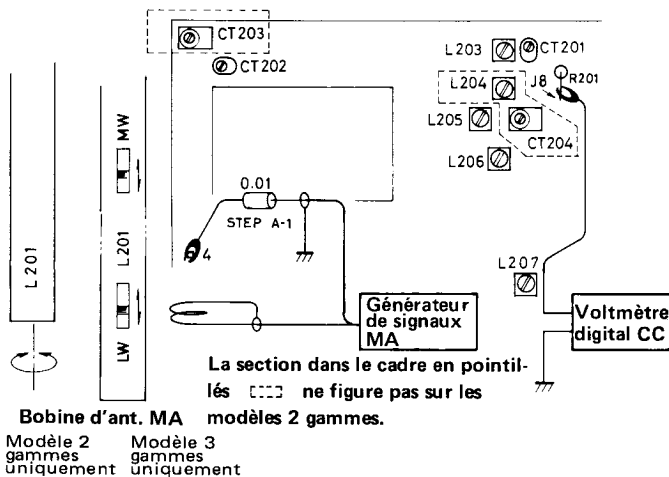

Fig. 4
1. Brancher l'oscilloscope et le voltmètre CA sur la borne de sortie. Appliquer un signal 450kHz à l'aide du générateur de signaux MA sur la broche 4. (Fig. 4) Ajuster l'AM IFT, L205, L206 et L207 de façon à obtenir une sortie maximum.